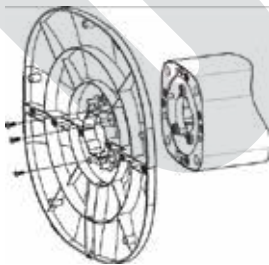

fig. 3
6. Reliez le pied au socle de l'appareil et fixez toutes les pièces avec les vis fournies (fig. 3).